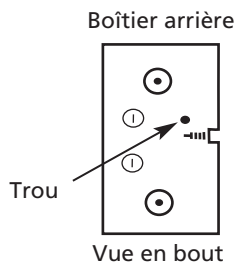

Figure 5
- Utiliser quatre (4) vis à bois ou à cloison sèche (fournies in situ) ou quatre (4) clous (fournis in situ) pour fixer solidement le boîtier arrière aux montants (voir la Figure 2B). Si les montants muraux ont un entraxe supérieur à 40 cm (16 po), n'utiliser que deux attaches sur l'extrémité opposée du boîtier arrière et enfoncer une vis à tête de 1 po (fournie) dans le trou du capuchon d'extrémité. Ceci plaquera le boîtier arrière contre la cloison sèche lors de l'installation de la grille (voir la Figure 5).